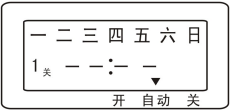

图2
- 5.3 设定第一次关闭时间：按一下“定时”键，液晶显示屏出现(图2)状态，再按“校时”键和“校分”键、输入第一次关闭时间。